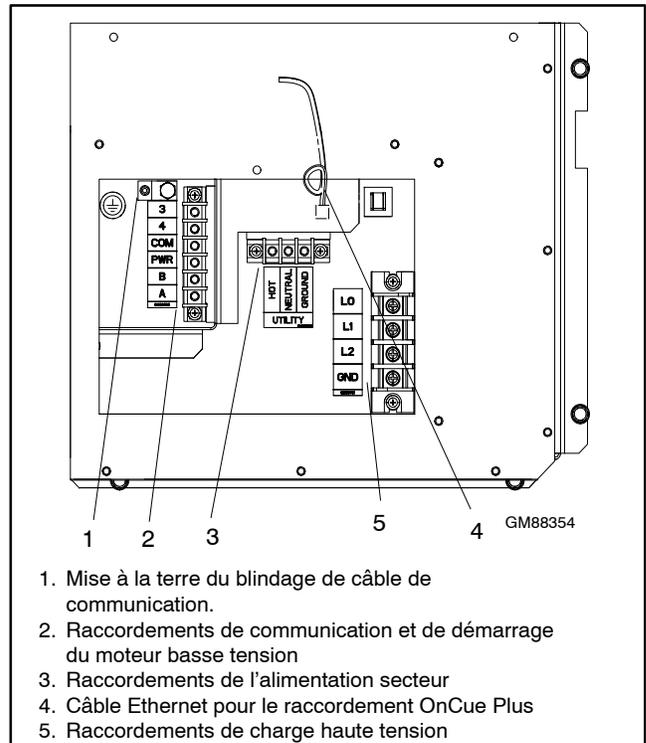

Figure 1-18 Branchements électriques
Voir les détails du bornier à la Figure 1-18. Voir les raccordements et sections de câbles sur l'autocollant du bornier. Voir aussi le schéma de câblage à la Section 3.
- c. Utiliser un raccord en ligne RJ45 pour raccorder ce câble Ethernet au câble à l'intérieur du boîtier de raccordement. Voir Figure 1-18. Le raccord en ligne est fourni avec le nécessaire OnCue Plus.